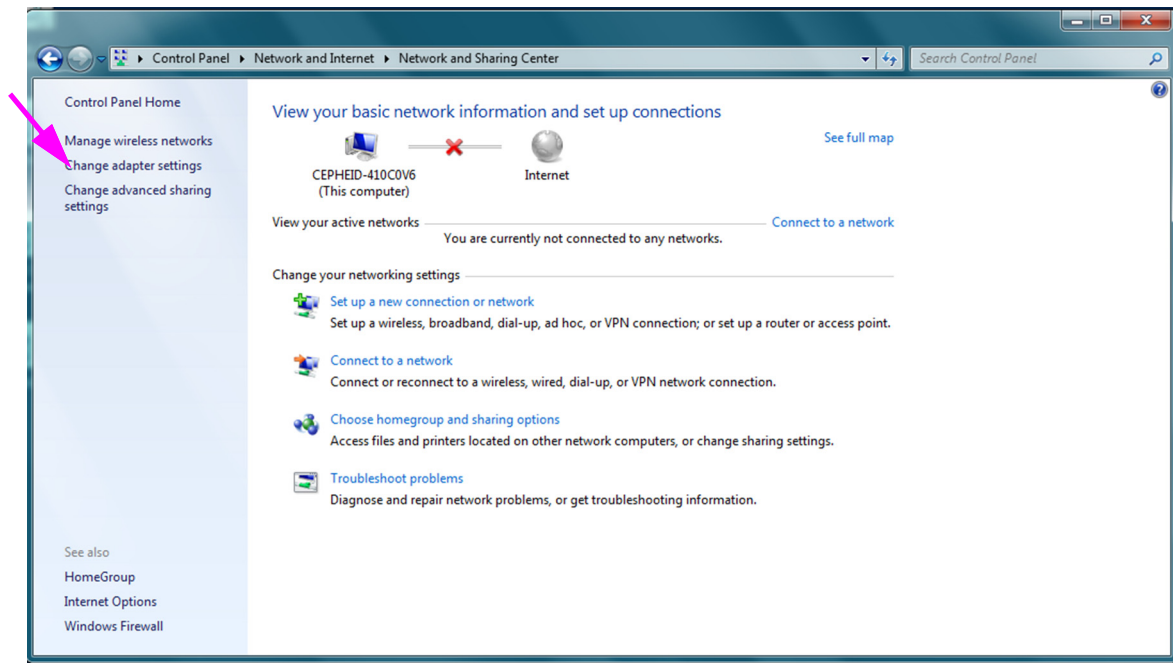

Figura 2-38. Schermata Network and Sharing Center (Centro connessioni di rete e condivisione)
4. Fare clic su **View network status and tasks (Visualizza stato della rete e attività)**. Viene visualizzata la schermata **Network and Sharing Center (Centro connessioni di rete e condivisione)**. Vedere la Figura 2-38.